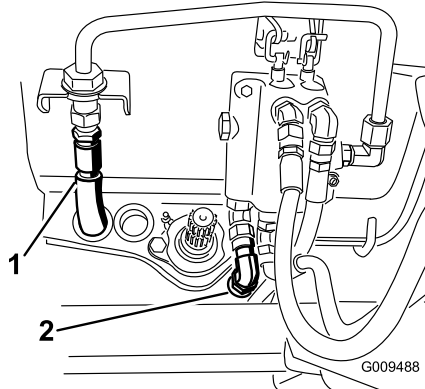

Figura 76
17. Desconecte la manguera del depósito del tubo rígido de la válvula de control (Figura 76).
19. Desconecte la manguera de presión de la válvula de control (Figura 76).